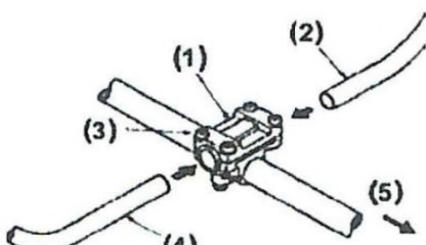

Рис. 2
Установка U-образной рукоятки (см. рис.2):
1. Ослабьте болты (3) на верхней крышки кронштейна (1).
2. Вставьте левую (4) и правую (2) ручки управления в соединительный кронштейн согласно рис. 2 и затяните болты (3).